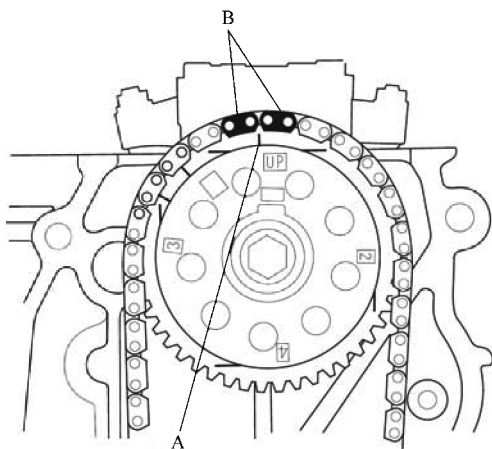

图 11-27 对准凸轮轴链轮正时标记
6) L13Z 发动机：将凸轮链条安装到凸轮轴链轮上，使指针 A 对准两个涂色链节 B 的中间，如图 11-27 所示。